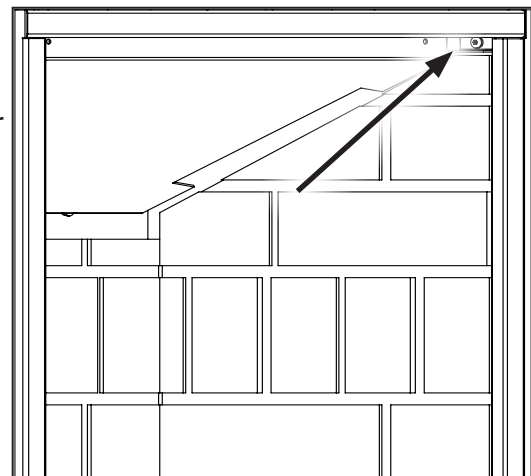

Figure 44. Panneau supérieur Retenues.
- 3 Ensuite, retirer le déflecteur du foyer en dévissant les deux vis indiquées sur la figure 44 Abaisser l'avant du déflecteur vers le bas, puis sortez-la des deux vis de positionnement à l'arrière de la chambre de combustion.